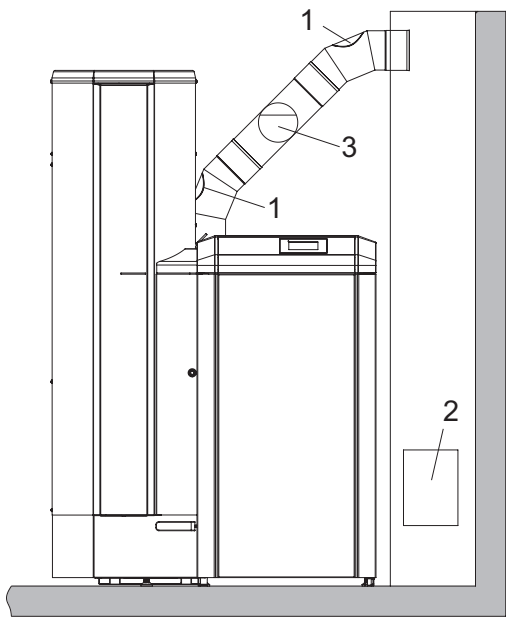

Fig. 74 Aperture di pulizia nel tubo dei gas combusti – vista da davanti, (schizzo senza isolamento del tubo dei gas combusti)
- Pulire/aspirare il tubo dei gas combusti (tubo di collegamento fra la caldaia a pellet e il camino) in corrispondenza dell'apertura di pulizia – Fig. 74.